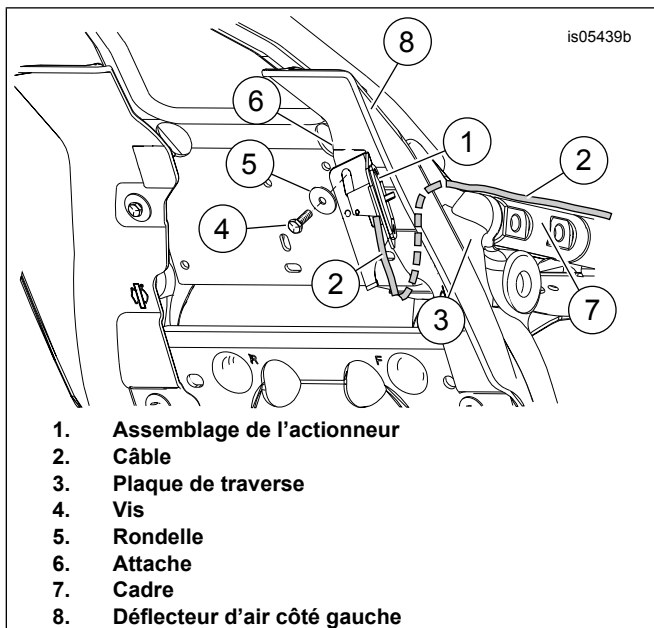

Figure 9. Installation de l'assemblage de l'actionneur avec déflecteur d'air à cadre central
12. **Modèles sans déflecteurs d'air à cadre central :** Voir Figure 9 .
- a. Faites glisser la face plate de l'assemblage de l'actionneur (1) derrière les fils de la bougie d'allumage.
- c. Fixez-le à l'aide de vis (4) et de la rondelle (5). Serrer.